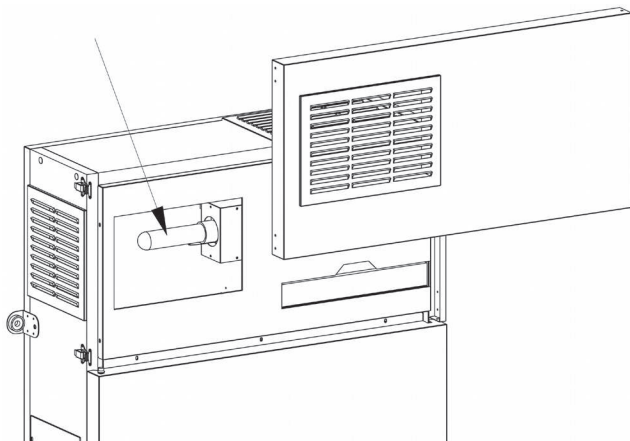
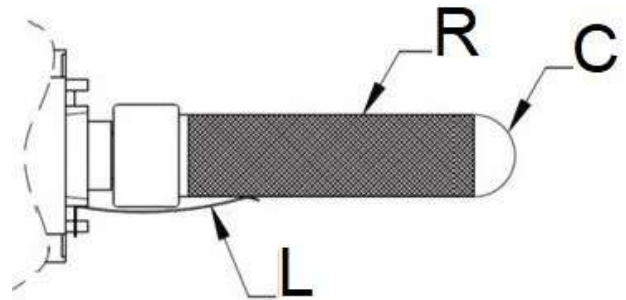

Fig.81
Fig.82
- 3) Aprire il pannello ispezionabile superiore dotato di griglia (Fig. 81).
- 4) Svitare delicatamente il condensatore al quarzo (C Fig. 82) agendo sulla bussola in plastica rossa alla base del condensatore (Fig. 82).
- 5) Sfilare la rete (R Fig. 82) esterna al tubo: se l'operazione risulta difficoltosa, ruotare leggermente la rete attorno al condensatore al quarzo.
- 10) Riposizionare la rete metallica sul condensatore sovrapponendola alla griglia interna e controllare che la linguetta (L Fig. 82) sia a contatto con la stessa e la preme contro il vetro al quarzo del condensatore (C Fig. 82).
- 3) Open the upper inspection panel, with the grid one, (Fig. 81).
- 4) Gently unscrew the quartz condenser (C Fig. 82) using the red plastic bushing at the base of the condenser (Fig. 81).
- 5) Remove the mesh (R Fig. 82) from the outside of the tube. If the operation is difficult, lightly rotate the mesh around the quartz condenser.
- 10) Reset the metal mesh on the condenser overlapping the inner grill and check the tab (L Fig. 82) is in contact with the metal net and push it against the glass of the capacitor (C Fig.82).